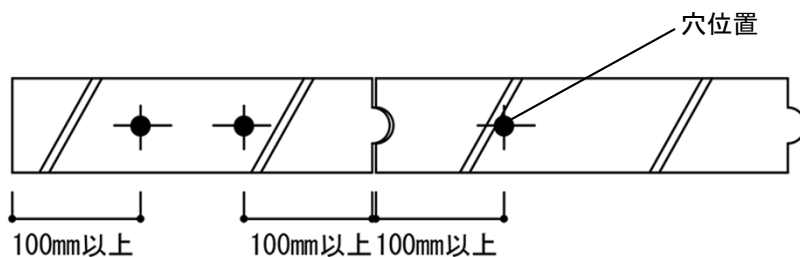

図1-4 ALC断面
- ・ALCへの穴あけは振動ドリルを使用せず、端部より100mm以上離してください。(図1-4参照)